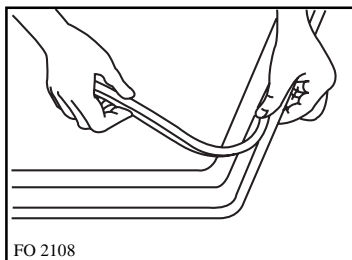

Рис. 19
Перед тем как установить варочную панель в вырез, на ее наружные боковые края следует прикрепить герметизирующую клейкую ленту (рис. 19). Важно, чтобы в этом уплотнении не оставалось никаких зазоров, что позволит предотвратить протечки по краю варочной панели, иначе протекшая жидкость может попасть в шкаф, находящийся под панелью.
2. Проложите по всему периметру стеклянного верхнего края уплотнительную прокладку, как показано на рис. 19.